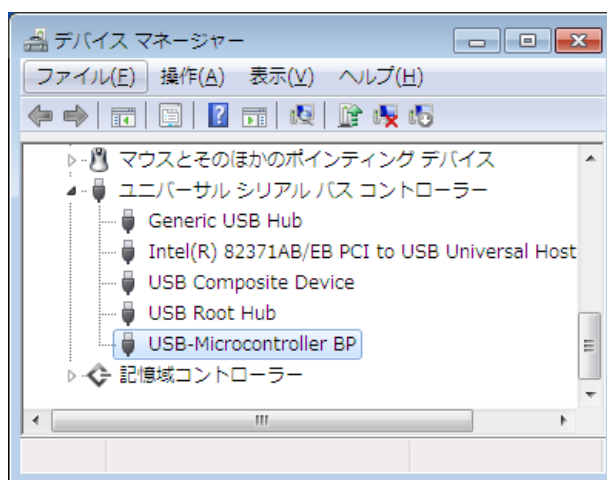

図 12 Windows 7 のドライバインストール確認
5. デバイスを USB ケーブルでパソコンに接続します。図 12 のように「デバイスマネージャ」の画面に「USB-Microcontroller BP」と表示されれば、ドライバが正しくインストールされています。